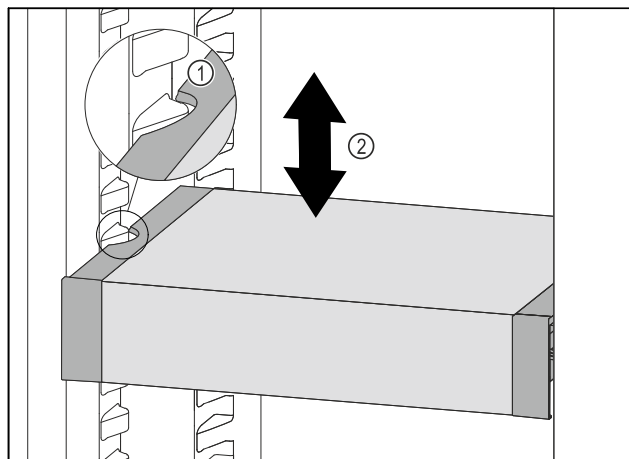

Fig. 113
- VarioSafe vucite prema naprijed sve dok se bočni otvori VarioSafe ladice ne nađu na visini žlijeba spremnika u hladnjaku. Fig. 113 (1)
- Pomičite ladicu VarioSafe u hladnjaku prema gore ili dolje sve dok ne dosegnete željenu visinu. Fig. 113 (2)